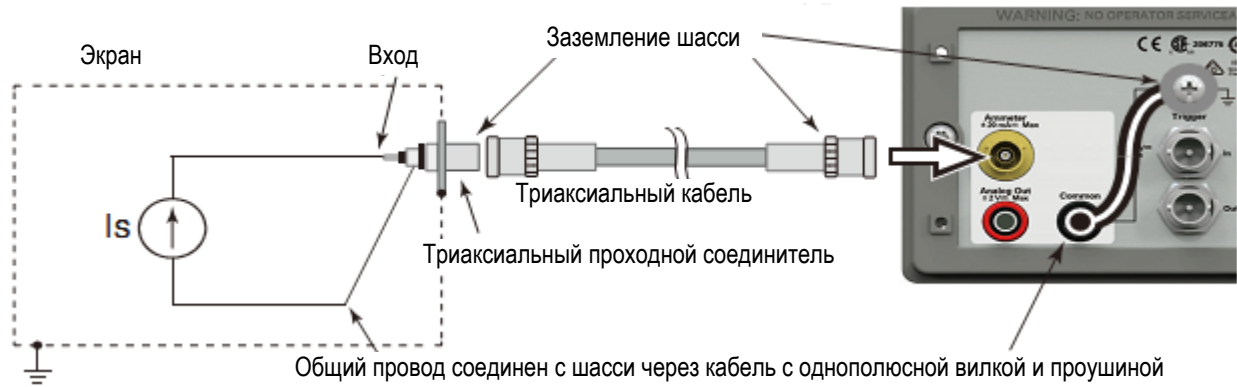

Рис. 3-2 Типичная схема соединений для измерения тока
Прежде чем включать прибор, присоедините кабель, измерительные провода, контактирующее приспособление и другие принадлежности, необходимые для измерений. Примеры присоединений показаны на рис. 3-2 и 3-3.
5. Присоедините прибор к цепи измерения тока (к объекту измерений). См. рис. 3-2 и 3-3.